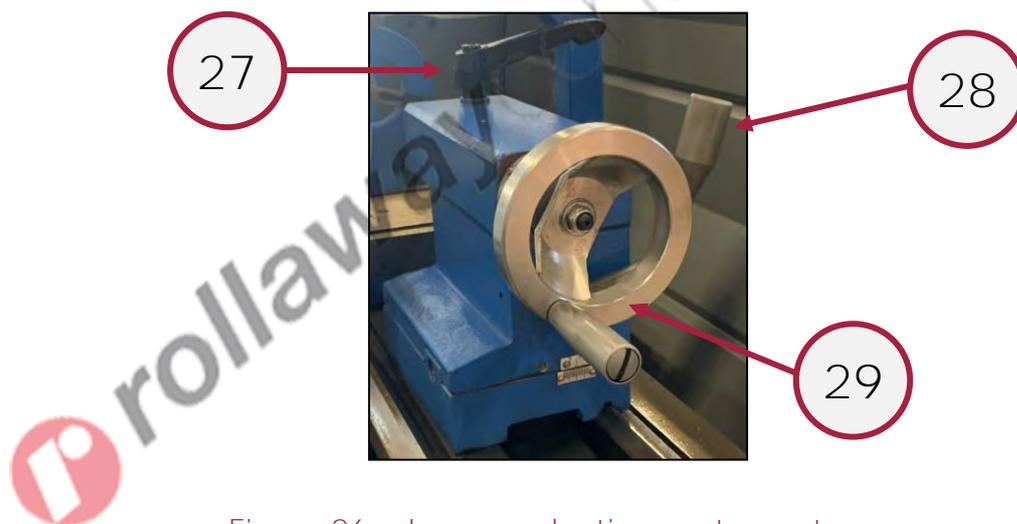

Figura 26 – Leva e volantino contropunta.
3. **Se necessario, bloccare l'estremità opposta del pezzo tramite la contropunta**. A tal proposito, regolare la posizione della contropunta e del canotto, utilizzando la leva ed il volantino di fissaggio appositi (Figura 26).